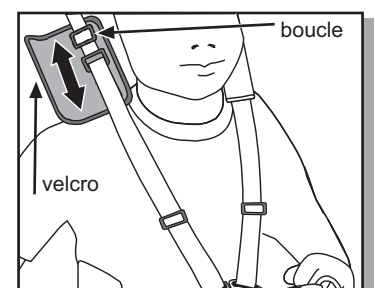

Fig. 19 Régler la hauteur de la sangle d'épaule.
d. Régler la hauteur de la sangle d'épaule. Ajuster la hauteur de la sangle d'épaule pour qu'elle arrive juste au-dessus de la hauteur de l'épaule de l'enfant (Fig.19).
e. Régler la sangle d'épaule. Ouvrir les coussinets velcro. Faire glisser la boucle vers le bas ou le haut pour régler les sangles. Le harnais de siège devrait être suffisamment serré sans oublier d'être confortable (Fig. 19).